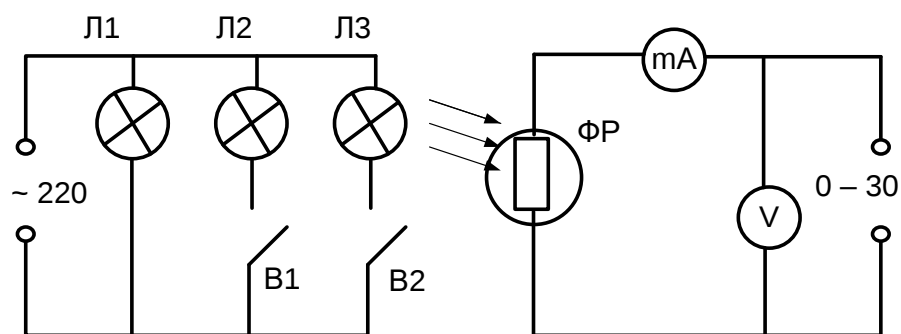

Рис. 4.2 Схема дослідження фоторезистора ФР
6. Зібрати схему дослідження фотодатчика (фоторезистор ФР-765) згідно рис.4.2.